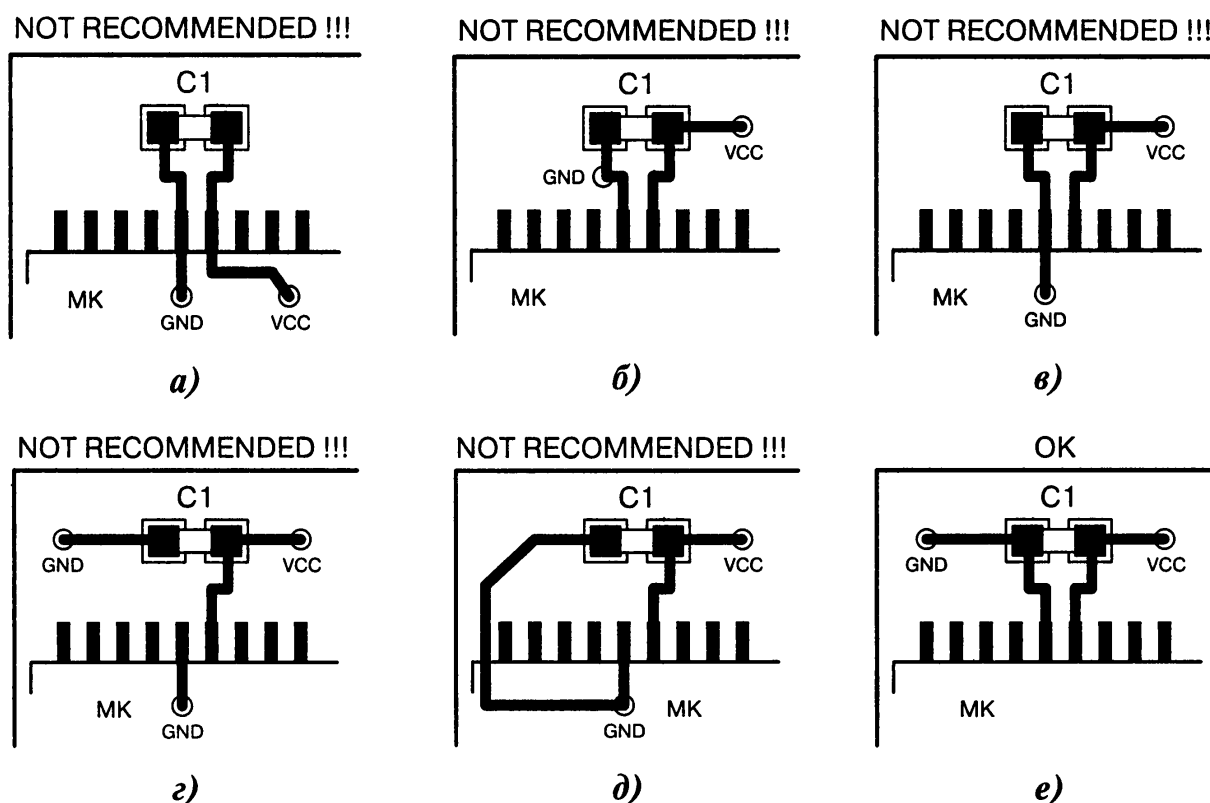

Рис. 13.26. Топология цепей питания:
С целью повышения эффективности блокировки помех следует учитывать взаимное расположение точек подвода питания и «земли». Базовый постулат — цепи питания и «массы» сначала должны подходить к обкладкам конденсатора, а уже потом к выводам микросхемы [13-9]. В такой системе координат топологию проводников можно разделить на нереконструируемую (Рис. 13.26, а...д) и рекомендуемую (Рис. 13.26, е).
- д) аналогично Рис. 13.26, г, но с соединением общего провода по лицевой стороне платы;